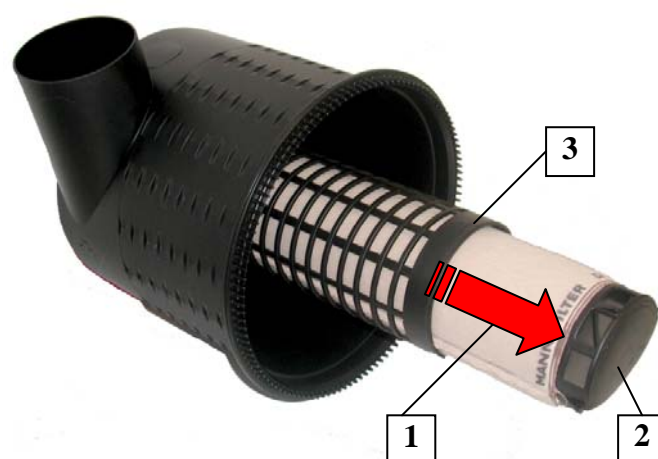

Рис. 10 Извлечение вспомогательного фильтроэлемента (исполнение "А")
- Возьмите вспомогательный элемент (1) за прорезь для захвата (2) и вытащите его из внутренней опорной трубы (3) в корпусе (см. Рис. 10).